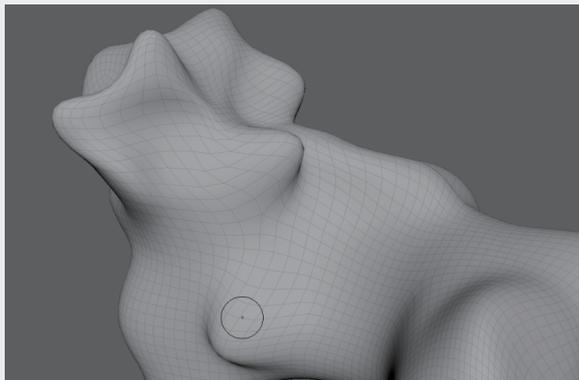

图3-53
**步骤9:** 执行“网格工具”|“雕刻工具”|“凸起工具”命令，调出“雕刻”笔刷，此时鼠标指针会变成圆圈状，在结构上需要凸起的位置单击，可以刷出与“软选择”方式相同的凸起效果，如图3-53所示。